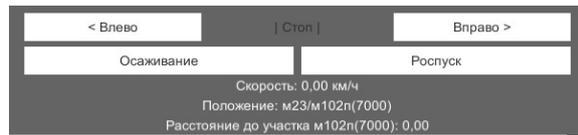

Рисунок 3.63. Кнопки управления движением и информация о положении
- кнопки управления движением, информация о скорости и положении выбранного состава (Рисунок 3.63);